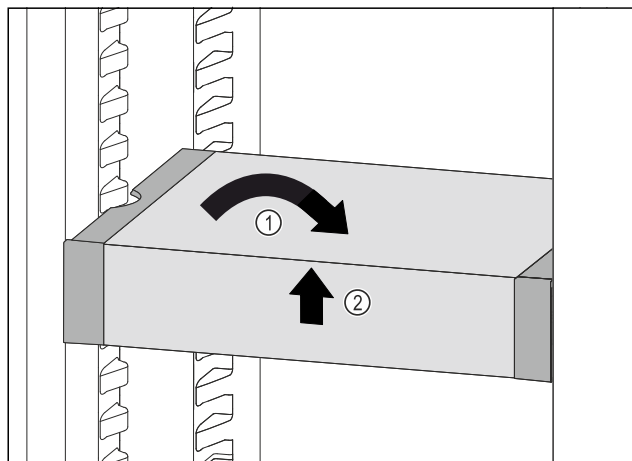

Fig. 88
- VarioSafe postavte rovně. Fig. 88 (1)
► VarioSafe vpředu zvedněte. Fig. 88 (2)